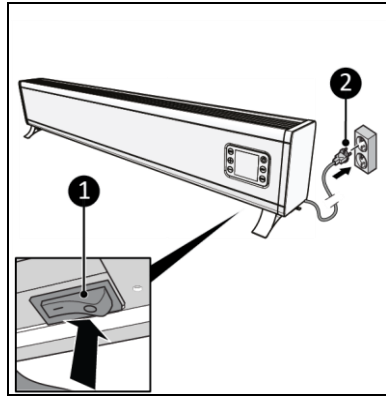

Abbildung 13
2. Stellen Sie sicher, dass sich der EIN/AUS-Schalter in der AUS-Position befindet (Abbildung 13, Pos. 1).
3. Stecken Sie den Netzstecker (Abbildung 13, Pos. 2) in eine leicht zugängliche geerdete Steckdose. Verwenden Sie eine geerdete Steckdose mit einer Mindestleistung von 1000-1500-200-2500 Watt.